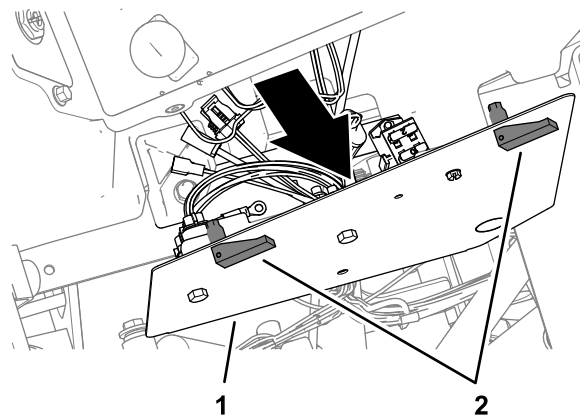

Рисунок 12
2. Осторожно сдвиньте панель внутрь на достаточное расстояние, чтобы получить доступ к жгуту проводов машины (Рисунок 12).
1. Расфиксируйте защелки крышки панели управления (Рисунок 12).